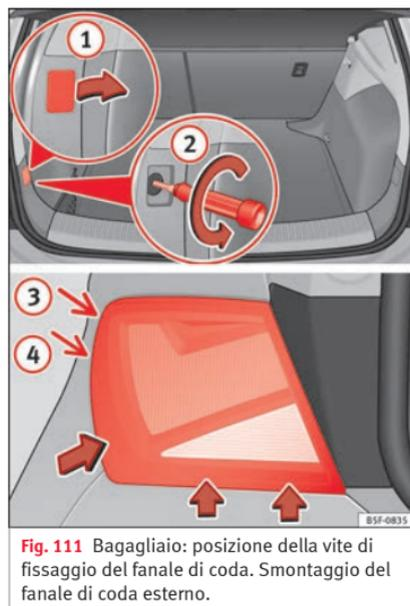

Fig. 111 Bagagliaio: posizione della vite di fissaggio del fanale di coda. Smontaggio del fanale di coda esterno.
- Sollevare la copertura facendo leva con l'estremità piatta di un cacciavite nell'apposita rientranza e togliere la copertura dall'apertura » **fig. 111** (1).
- Svitare con cautela la vite sottostante dopo averla allentata in senso antiorario con un cacciavite (freccia) » **fig. 111** (2).
- Ruotare il fanale della direzione indicata dalle frecce fino a che esce dal proprio alloggiamento (posizioni (3) e (4)) » **fig. 111**.